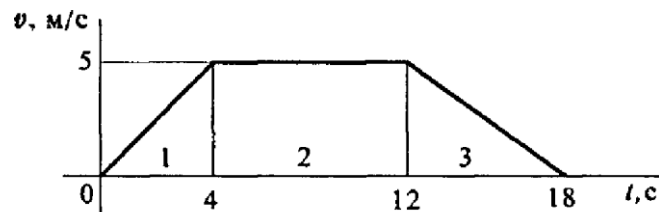

Рис. 1
Задача 3. На материальную точку действует система сил (рис. 1). Определить числовое значение ускорения, полученного материальной точкой $m = 7$ кг. Остальные данные представлены на чертеже.
Задача 1. Рассмотрим движение платформы по шероховатой поверхности с ускорением (рис.1).
Задача 2. График изменения скорости лифта при подъеме известен (рис.1). Масса лифта с грузом 2800 кг. Определить натяжение каната, на котором подвешен лифт на всех участках подъема
3. Колодочным тормозом останавливают барабан после отключения двигателя (рис. 1).